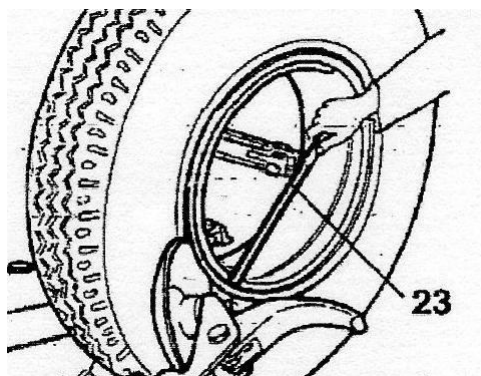

Рисунок 28
- Установите диск бортоотгибателя вровень в ободом (см. Рисунок 28).
– Повторите эту процедуру, но на этот раз поместите диск вплотную к разъёмному кольцу (см. Рисунок 28), пока высвобождается стопорное кольцо. Извлеките его с помощью специального LC-рычага (поз. 23, Рисунок 28) или с помощью диска.
- Повторите эту процедуру, но на этот раз поместите диск вплотную к разъёмному кольцу (см. Рисунок 28), пока высвобождается стопорное кольцо. Извлеките его с помощью специального LC-рычага (поз. 23, Рисунок 28) или с помощью диска бортоотгибателя.